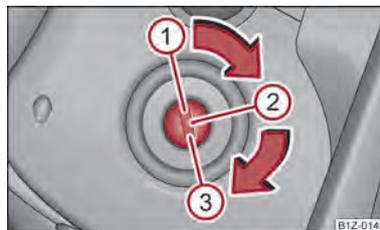

Fig. 99 Posições da fechadura de ignição
- Desligar o motor rodando a chave de ignição para a posição ① ⇒ Fig. 99.